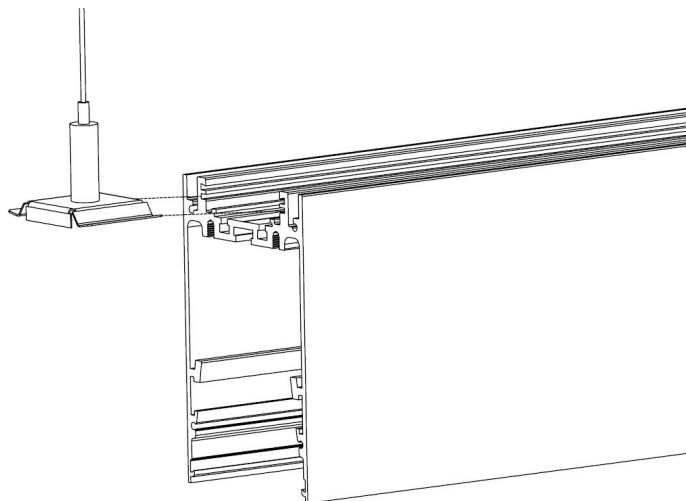

Рис.2
- Установите комплект подвесов (дюбели и установочные саморезы подбираются самостоятельно в зависимости от монтажной поверхности и не входят в комплект поставки. Монтажное отверстие в крепежной втулке для подвеса имеет диаметр 5мм и рассчитано для самонарезных винтов с потайной головкой. Нагрузка на трос составляет не более 10 кг и определяется весом светильника) в паз на верхней части корпуса светильника (Рисунок 2);